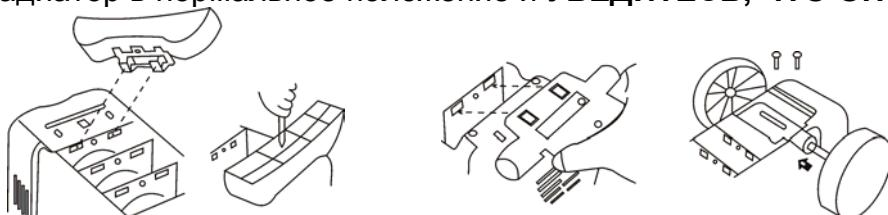

рис. 1
- Установите ножку на переднюю часть днища радиатора и закрепите винтом (рис. 1).